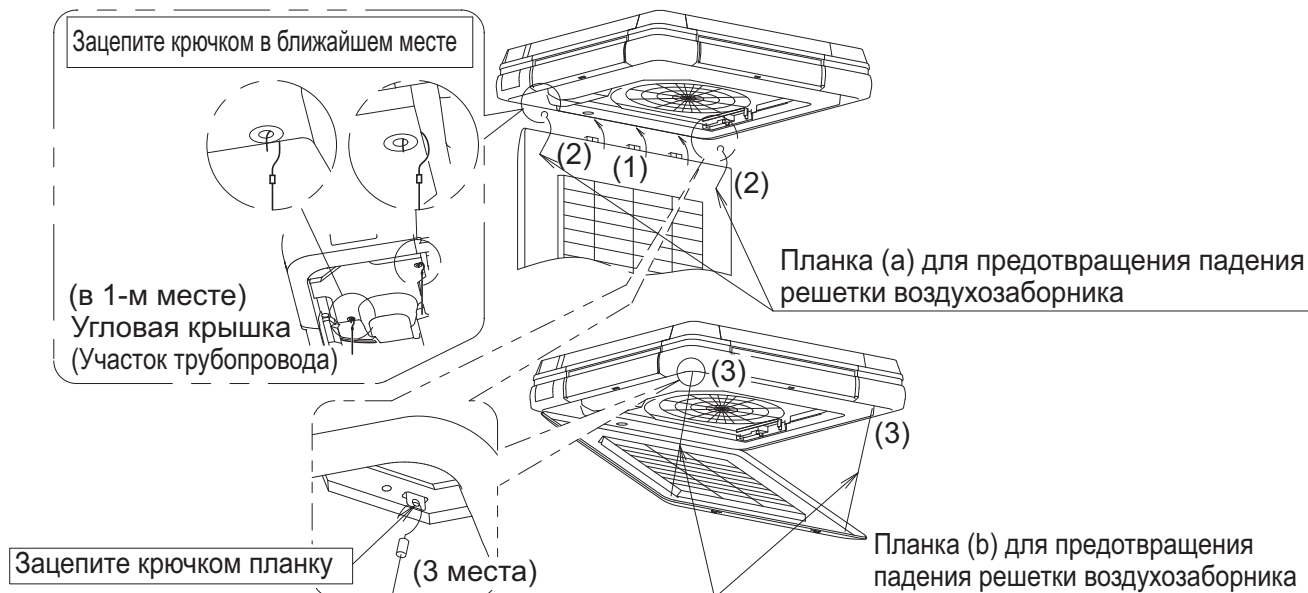

Рис. 49
- После присоединения решетки воздухозаборника в обратном направлении, упомянутом в пункте "4. ПОДГОТОВИТЕЛЬНЫЕ МЕРОПРИЯТИЯ ПЕРЕД МОНТАЖОМ - (3)" (См. **рис. 49-(1)**), зацепите крючком планку (а), чтобы решетка воздухозаборника не упала (См. **рис. 49-(2)**).
- Зацепите крючком планку (b), чтобы решетка воздухозаборника не упала. (См. рис. 49-(3))